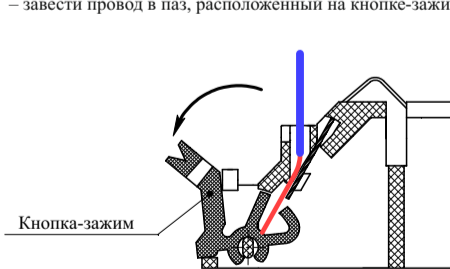

Рисунок 3
- Кнопки-зажимы контактов 3 и 4 (маркировка контактов выполнена на контактной группе) предназначены для подключения «-» ШС. В состоянии поставки кнопки-зажимы находятся в отжатом положении, освобождая каналы для ввода проводов (рисунок 3).